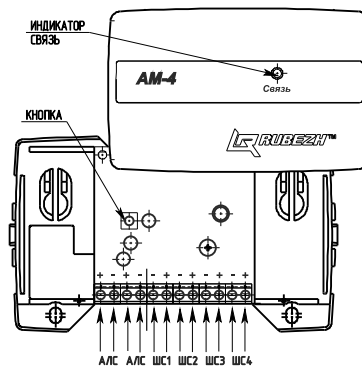

Рисунок 1
5.2 Адресная метка представляет собой конструкцию (см. рис. 1), состоящую из корпуса, внутри которого размещена плата с радиоэлементами, обеспечивающая обработку сигналов с линии связи. На плате установлены клеммные контакты для подключения адресной метки к АЛС и для подключения линии связи с устройствами.
7.3 Для получения адреса адресной метки надо зайти в пункт «конфигурация» («настройка») => «сервис» => «адресация устройства» и нажать кнопку (см.рисунок 1) на адресной метке.